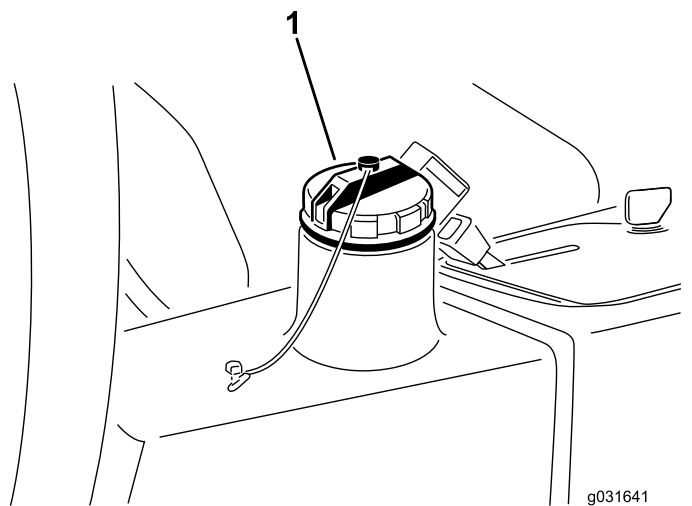

図 64
4. 油圧オイルタンク 図 64に約 13.2 リットルの油圧オイルを入れる 油圧システムを点検する \(ページ 49\)を参照。